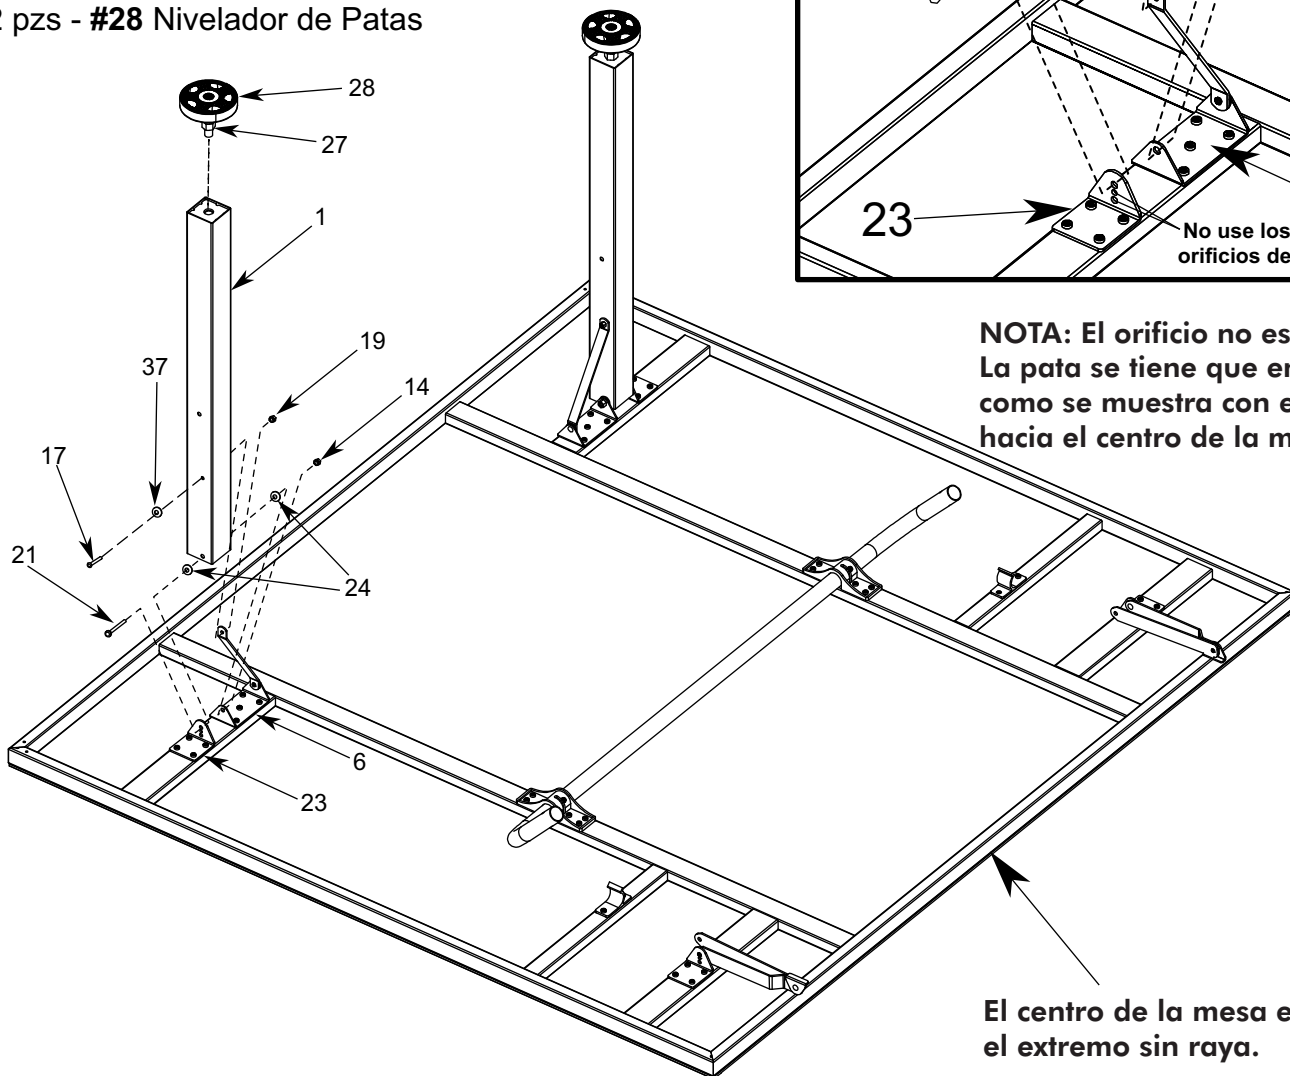

Figura 4
4. A) Instale dos Patas Cuadradas (#1) entre los Soportes de la Patas (#23) y los Soportes de la patas con Abrazaderas (#6) utilizando dos Tornillos Hexagonales (#21), cuatro Rondanas de Plástico (#24) y dos Tuercas de Seguridad (#14) como se muestra en la **FIGURA 4** y **DETALLE A**. Instale las Patas Cuadradas (#1) a los Soportes de las Patas con Abrazaderas (#6) utilizando dos Tornillos Phillips (#17), dos Rondanas (#37) y dos Tuercas de Seguridad (#19) como se muestra en la **FIGURA 4** y **DETALLE A**.
B) Atornille una Tuerca Hexagonal (#27) a cada Nivelador de Patas (#28). Después instale los Niveladores a las Patas como se muestra en la **FIGURA 4**.